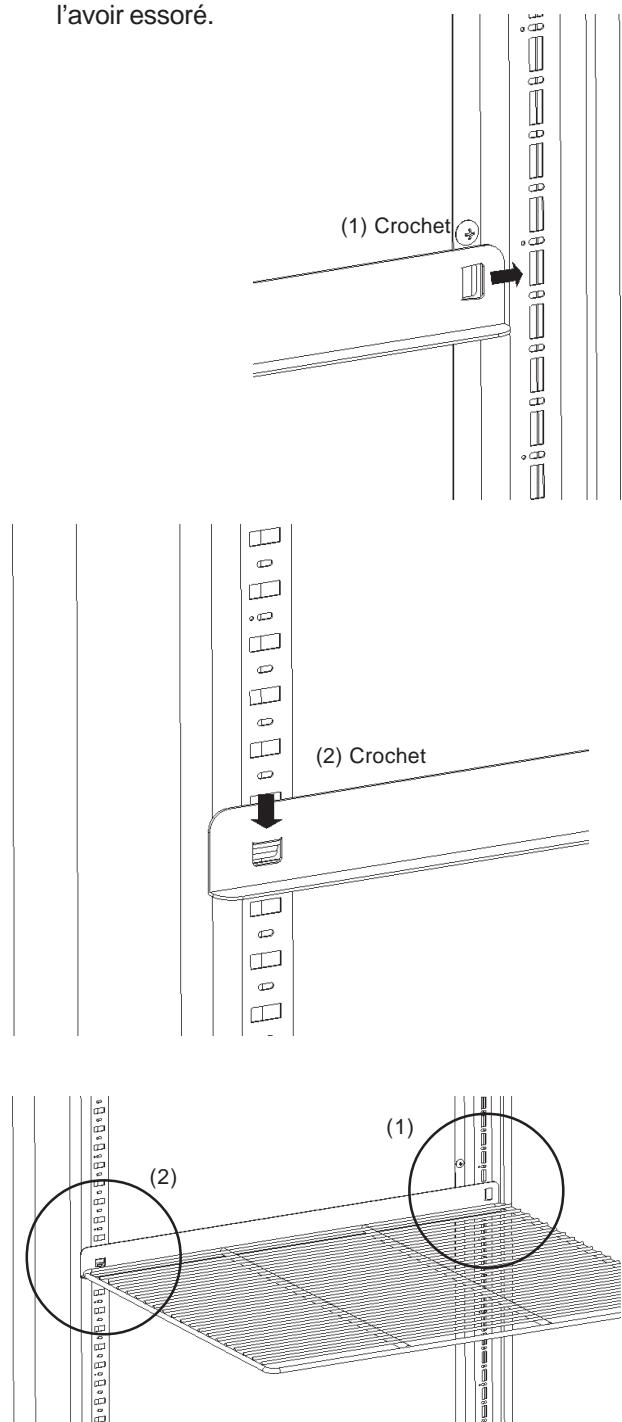

Fig. 3
- 2) Retirez les étagères et les traverses (D) et (G). Fixez les traverses horizontalement sur les montants droit et gauche. Placez l'étagère sur les traverses. Voir Fig. 3.